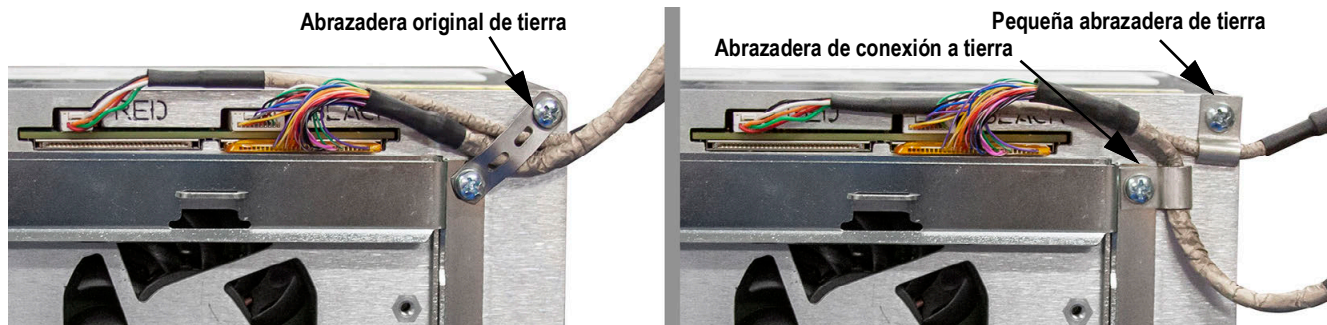

Figura 2-19. Conexión a tierra del blindaje de la caja del controlador
7. Retire la abrazadera de puesta a tierra original utilizada en los cables de la pantalla y de la pantalla táctil, consulte la Figura 2-19 en la página 34.
8. Conecte a tierra el cable de la pantalla y el cable de la pantalla táctil a la caja del controlador mediante dos abrazaderas de puesta a tierra. La abrazadera de puesta a tierra (n.º ref. 193810) tiene un radio menor y debe utilizarse con el cable de la pantalla táctil.